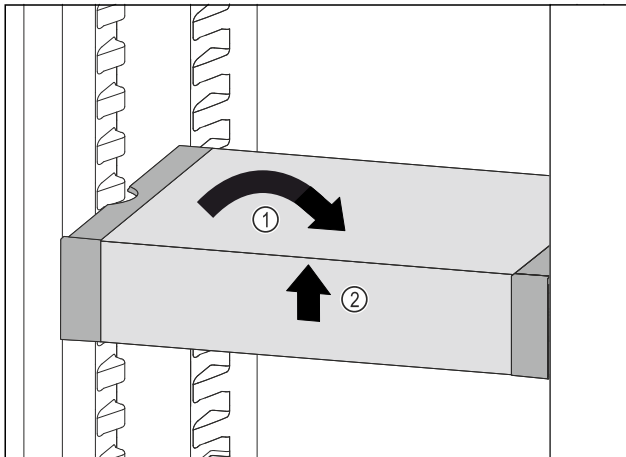

Fig. 100
- VarioSafe ustawić prosto. Fig. 100 (1)
- VarioSafe unieść z przodu. Fig. 100 (2)